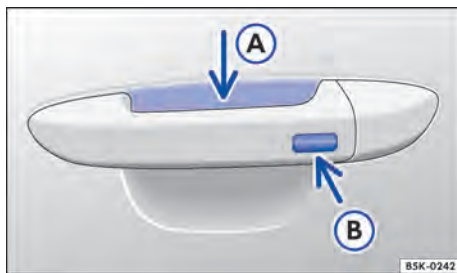

Fig. 55 Keyless Access: superfícies do sensor.
- Tocar o sensor → Fig. 55 (A) na parte interna da maçaneta da porta do condutor ou da porta do passageiro dianteiro.
- Tocar na superfície do sensor → Fig. 55 (B) na parte externa da maçaneta da porta do condutor ou da porta do passageiro dianteiro *uma vez*.
- Além disso, dentro de 5 segundos, tocar uma vez no sensor na parte externa da maçaneta da porta → Fig. 55 (B). ▶
Para a **abertura de conforto** de todos os vidros elétricos empunhar a maçaneta da porta e manter pressionados, ao mesmo tempo, o sensor da parte interna da maçaneta → Fig. 55 (A) e a superfície do sensor (B).
Para o **fechamento de conforto** de todos os vidros elétricos manter um dedo durante alguns segundos sobre a superfície do sensor → Fig. 55 (B) no lado externo da maçaneta da porta do condutor ou do passageiro dianteiro.
Um forte jato de água ou de vapor pode ativar as superfícies dos sensores nas maçanetas se, ao mesmo tempo, uma chave do veículo válida estiver na área de aproximação. Se no mínimo um vidro estiver aberto e a superfície do sensor → Fig. 55 (B) em uma maçaneta da porta for ativada permanentemente, todos os vidros serão fechados. Se o jato de água ou de vapor se afastar brevemente da superfície do sensor → Fig. 55 (A) de uma maçaneta da porta e voltar a ser direcionado para ela, possivelmente todos os vidros se abrirão.